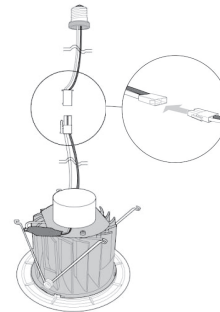

Figura 2 - Enchufe el conector de tipo Edison
2. Enchufe el conector de tipo Edison o GU24 en el módulo IR6-600WH (como se ilustra en la Figura 2).